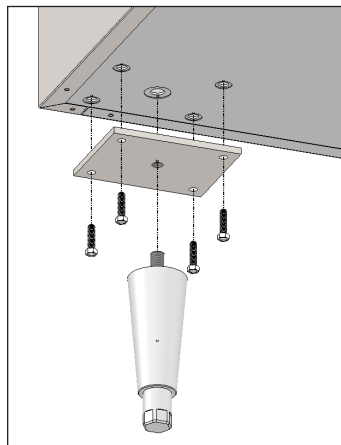

Fig. 1. Installez la plaque de montage et le pied de mise à niveau.
4. Vissez les pieds de mise à niveau dans la plaque de montage. Voir fig. 1.